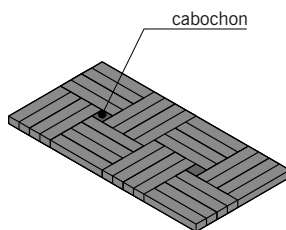

**fig. 10.7**
- Le **parquet en point de Hongrie** dont les lames de longueurs égales sont orientées à 45° par rapport à la direction des lambourdes. Les extrémités des lames sont coupées suivant un angle de 45° ou 60° (fig. 10.7).